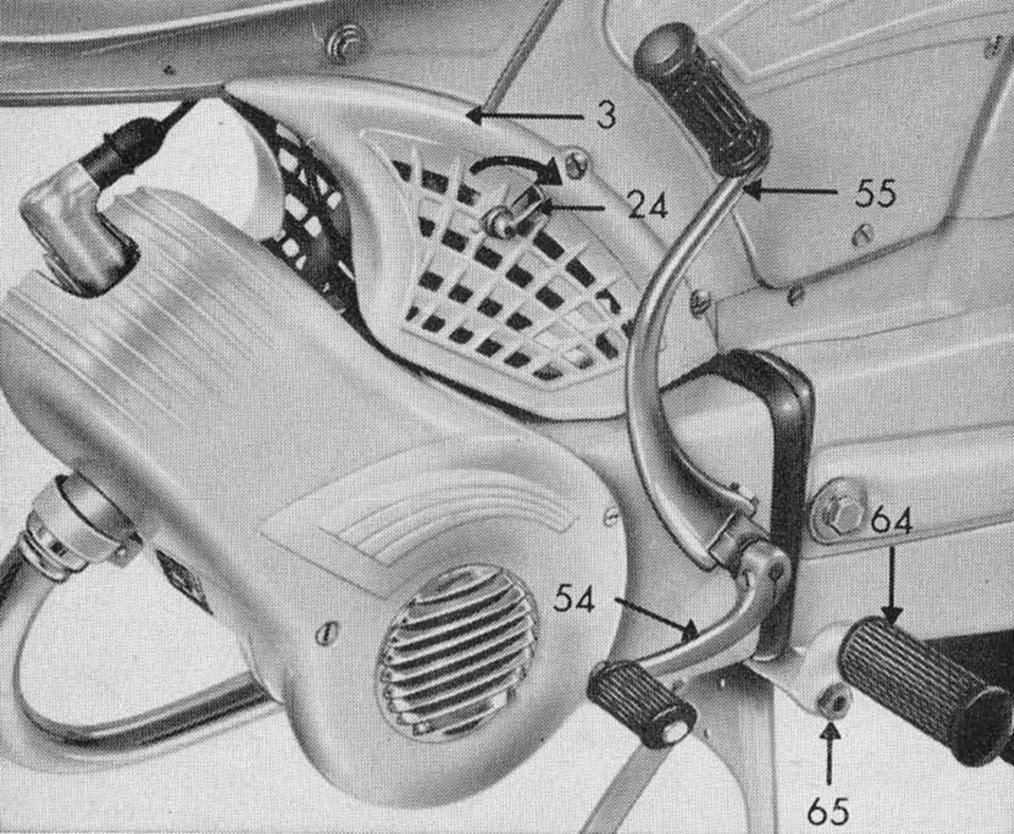
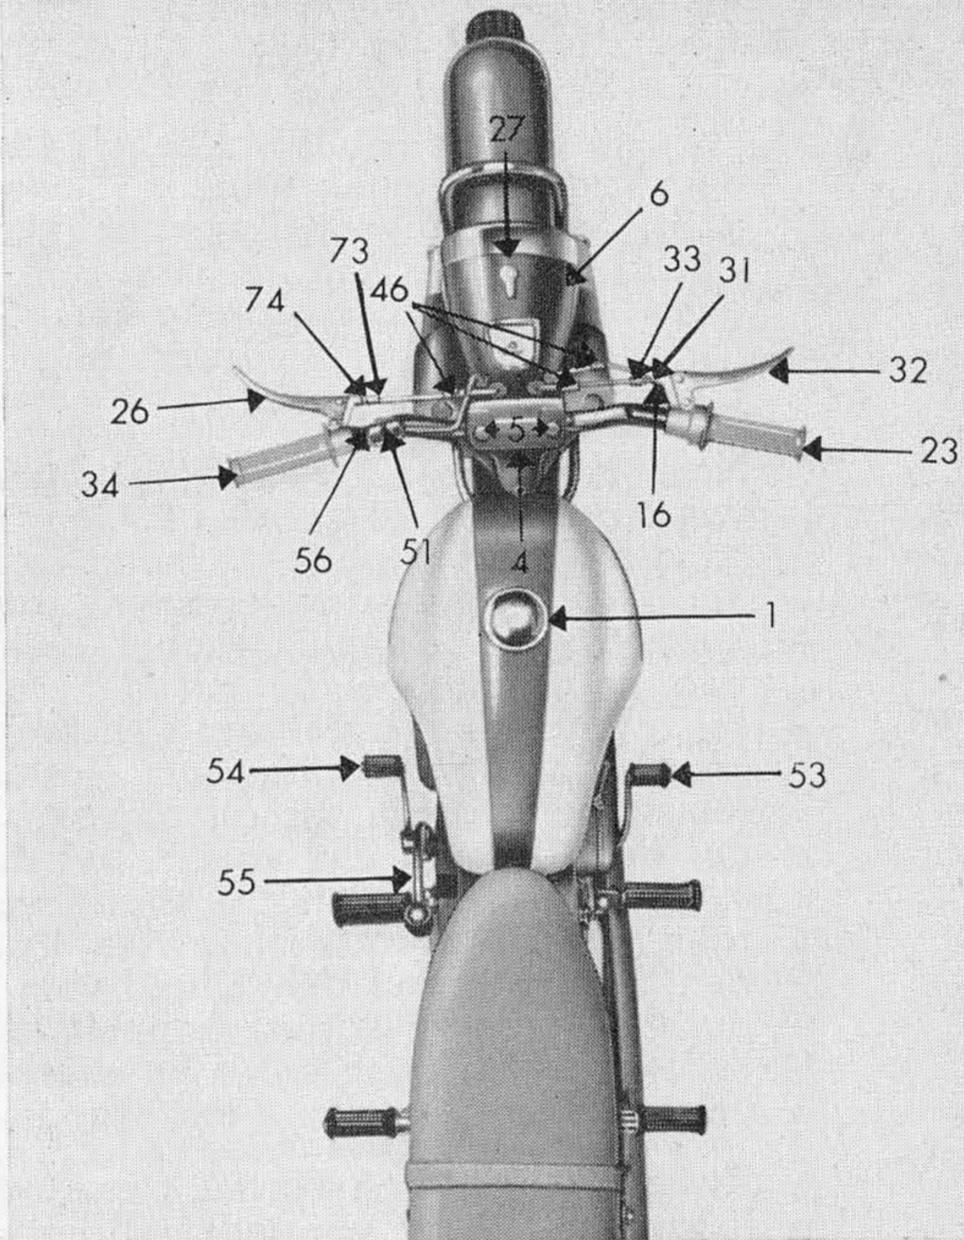

Bild 2
Bild 3
Der Tankverschluß 1 (Bild 3) wird durch Drehen nach links geöffnet und der Kraftstoff eingefüllt. Der Tankverschluß ist sauber zu halten. Es ist darauf zu achten, daß das Innere des Tanks nicht verunreinigt wird.
Das Starten des Motors geschieht wie folgt: Der Kraftstoffhahn 2 wird, wie in Ziffer 2 angegeben, geöffnet und der Gasdrehgriff 23 (Bild 3) durch Vorwärtsdrehen geschlossen. Danach ist der an der linken Vergaserverkleidung angebrachte Druckhebel 24 (Bild 2) in Pfeilrichtung zu bewegen. Er schließt den Startschieber im Vergaser, wodurch eine Gemischanreicherung hervorgerufen wird, die zum Starten des kalten Motors erforderlich ist. Bei war-
Das Getriebe muß auf Leerlauf geschaltet sein (siehe Abschnitt 4). Nun wird das Fahrzeug vom Ständer genommen. Bei Fahrzeugen mit Pedalen ist die Tretkurbel nach vorn durchzutreten. Bei Fahrzeugen ohne Pedale, d. h. mit Fußrasten, wird der Kickstarterhebel 55 (Bild 2) durch Umklappen in Startstellung gebracht und nach hinten durchgetreten.
Der 1. Gang dient zum Anfahren und für Bergfahrten. Er wird eingeschaltet, indem man den Kupplungshebel 26 (Bild 3) zieht, d. h. auskuppelt und den Schaltdrehgriff 34 nach vorn dreht, bis der 1. Gang eingerastet ist. Als dann ist der Kupplungshebel 26 unter gleichzeitigem Gasgeben (Rückwärtsbewegung des rechten Drehgriffes) langsam loszulassen (einzukuppeln).
Vor dem Schalten ist stets der Kupplungshebel 26 (Bild 3) so weit als nur möglich zu ziehen. Es ist zweckmäßig, wenn man zwischen dem Einschalten eines Ganges und dem langsamen Loslassen des Kupplungshebels 26 eine kleine Pause einlegt, um ein vollständiges Einrasten des Ganges zu ermöglichen. Beim Schalten und besonders beim Zurückschalten darf kein Gang übersprungen werden.
Die Fußschaltung wird durch den am linken Motorgehäuse befindlichen Fußschalthebel 54 (Bild 2) betätigt.
Der Leerlauf liegt zwischen dem 1. und dem 2. Gang. Man findet ihn durch kurzes Hin- und Herschieben der Maschine bei gleichzeitigem Herauf- oder Herunterschalten des Fußschalthebels 54. Der 1. Gang dient zum Anfahren und für Bergfahrten. Zum Schalten vom Leerlauf auf den 1. Gang muß man den am linken Lenkerende befestigten Kupplungshebel 26 (Bild 3) ziehen, d. h. aus-
zu Bild 3
Vor dem Stillsetzen des Motors ist nochmals Gas zu geben. Nun wird ohne Gaswegnahme der Hebel des Licht- und Kurzschlußschalters 27 (bei Combinetten und Super-Combinetten) am Scheinwerfergehäuse 6 (Bild 3) im Uhrzeigersinn gedreht bzw. der Zündschlüssel aus dem Zündschloß gezogen (bei den Typen 515 mit Sportrahmen), wodurch die Zündung des Motors unterbrochen wird. Wenn der Motor steht, müssen Gasdrehgriff 23 und Benzinhahn 2 geschlossen werden. Das Gasgeben vor dem Stillsetzen des Motors bewirkt, daß der Motor beim nächsten Start (besonders im Winter) leichter anspringt und die Restgase aus dem Kurbelgehäuse ausgespült werden (Korrosionsschutz).
(Bild 3)
Zum Einschalten des Scheinwerfers und des Schlußlichtes wird der Schalter 27 bzw. Zündschlüssel (Bild 3) am Scheinwerfergehäuse nach links gedreht. Die Lampen geben nur Licht, wenn der Motor läuft.
b) **Die Bilux-Beleuchtung** (Bild 3)
Zum Einschalten des Scheinwerfers und des Schlußlichtes wird der Schalter 27 bzw. Zündschlüssel (Bild 3) am Scheinwerfergehäuse im Uhrzeigersinn gedreht. Das Auf- und Abblenden geschieht durch Betätigen des auf der linken Lenkerseite befestigten Abblendschalters 56 (Bild 3).
c) **Die Signalanlagen (Schnarre, Bild 3)**
Unterhalb des Scheinwerfers ist bei Kleinkrafträdern eine Schnarre eingebaut. Die Schnarre wird durch Druck auf den Knopf 51 (Bild 3) ausgelöst, der sich auf dem Abblendschalter 56 (Bild 3) befindet.
3. Der Lenker (Bild 3)
Der Lenker ist bei Combinetten und Super-Combinetten zwischen Scheinwerfergehäuse und abschraubbarem Lagerdeckel befestigt und kann nach Lösen der vier Sechskantschrauben 5 (Bild 3) vor- oder rückwärts gedreht werden. Dadurch wird sein Abstand zum Sattel bzw. zur Sitzbank vergrößert oder verkleinert. Nach dem Einstellen sind die Schrauben 5 über Kreuz wieder anzuziehen.
Abschließend ist das Spiel am Gasseil mittels der Stellschraube 16 (Bild 3) so zu korrigieren, daß am Gasdrehgriff 23 ein Spiel von ca. 1 mm vorhanden ist.